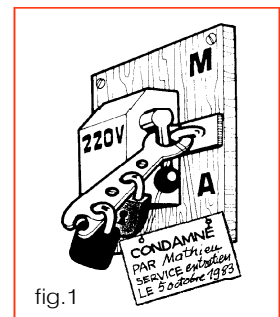

fig.1
- Pour les opérations d'entretien, prévoir des **condamnations** permettant de séparer, d'une manière visible et sûre, les éléments mobiles de toutes leurs **sources d'énergie** (fig.1).